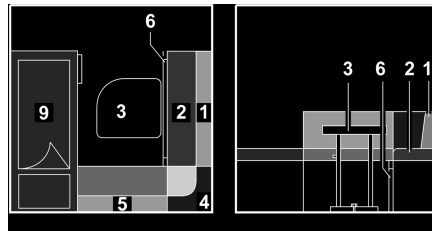

Fig. 81 Avant la transformation
- Convertir la table (Fig. 81,3) en sommier de lit (voir paragraphe 7.8).
- Faire ressortir la rallonge du coffre de banquette (Fig. 81,6).
- Retirer les coussins de dossier (Fig. 81,1 et 4).